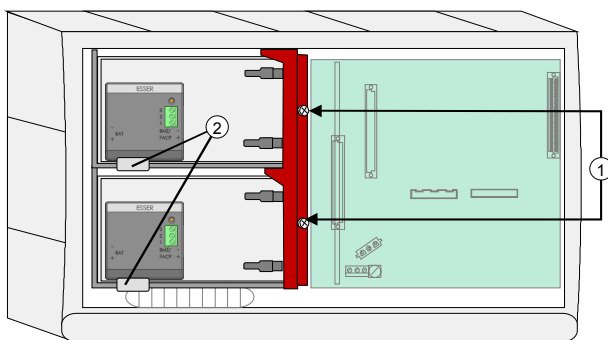

Abb. 25: Akkuzusatzhalterung und Akkuüberwachungsmodul im Kompaktgehäuse der BMZ IQ8Control C
- Akkuzusatzhalterung durch Eindrehen der beiden Schrauben ① montieren.
- Akkuüberwachungsmodul ② gem. Abb. 25 montieren.